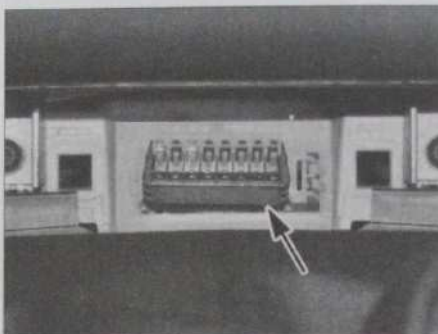

Fig. 43
- Dégrafer la prise diagnostic (Fig.43).